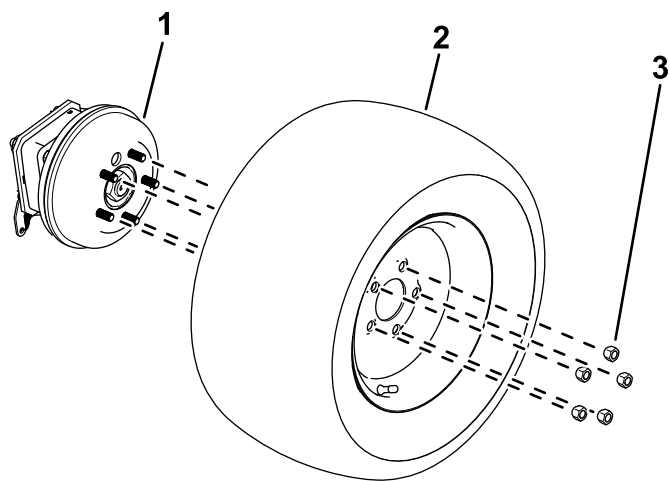

Figure 12
1. Desserrez et retirez les écrous de roue (Figure 12).
2. Déposez les roues des moyeux (Figure 12).
- 1. Fixez les roues sur les moyeux à l'aide des écrous de roues retirés précédemment (Figure 12).